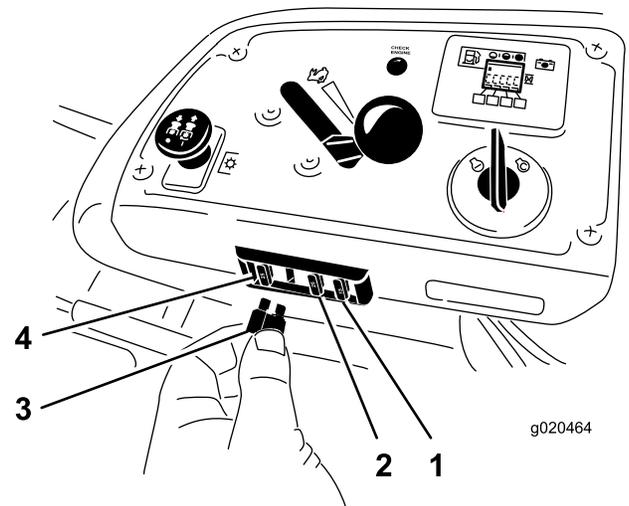

Figure 61
Les fusibles sont situés sur la console droite, près du siège (Figure 61).
2. Remplacez le fusible (Figure 61).